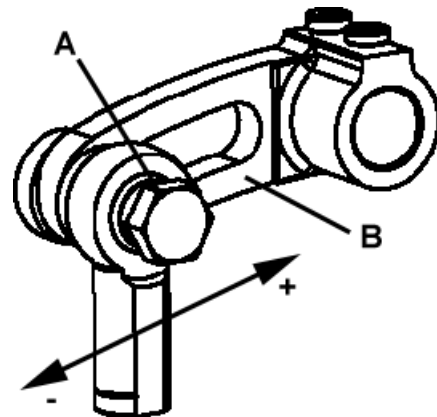

Fig. 19
For matching the upper feed dog travel with the lower feed dog travel loosen screw (A, Fig. 19). Moving the ball link in the slot of rocker lever (B) to the front decreases the upper feed dog travel, moving it to the rear increases the travel. Retighten screw (A).
Zum Angleichen des Obertransportwegs an den Weg des unteren Transporteurs lösen Sie die Schraube (A, Fig. 19). Verschieben des Kugelgelenks im Kulissenhebel (B) nach vorne verkleinert den Obertransportweg. Verschieben nach hinten vergrößert ihn. Ziehen Sie die Schraube (A) wieder an.